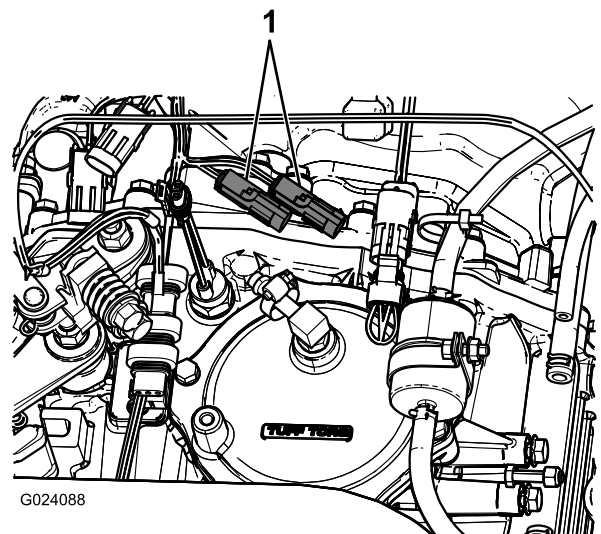

Bild 12
9. Schließen Sie den vorhandenen Geschwindigkeitssensor am Geschwindigkeitssensorstecker und den Geschwindigkeitssensor-Ausgabe-stecker am neuen Kabelbaum an (**Bild 12**).